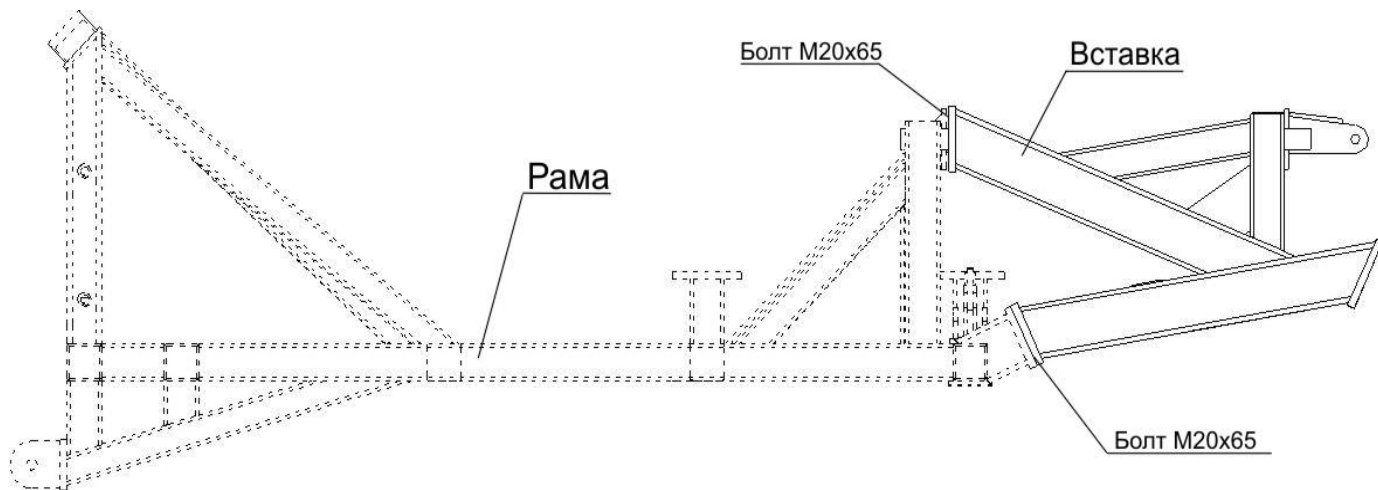

Рис. 4.1.4. Установка вставки на рамы для ПК с катками
**4.1.3.** При использовании ПК "Кузбасс" с металлическими спиральными шлейф-катками установите вставки, совместив установочные пластины, используя болты М20х65, пружинные шайбы и гайки М20 (рис. 4.1.4). На рис. 4.1.5.1 показана тележка для центральной рамы ПК-12,2К.